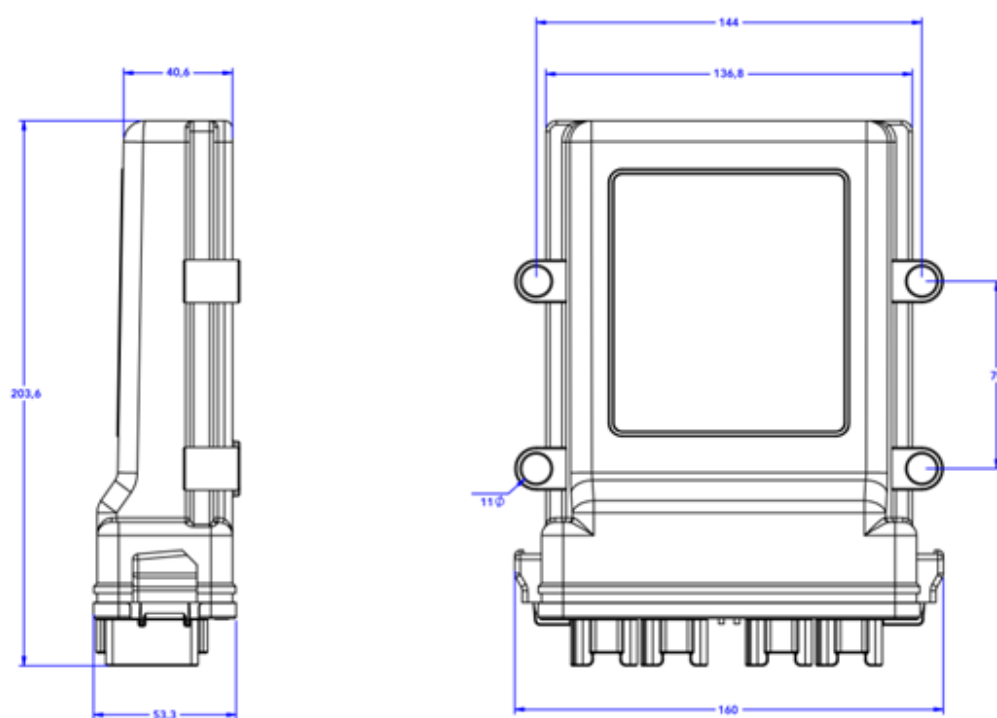

Рисунок 2 - Механические размеры: ECU T. ЛИНИИ
② Поместите датчик засорения между двумя трубами и вставьте в них фитинги датчика до упора.	 Рисунок 2